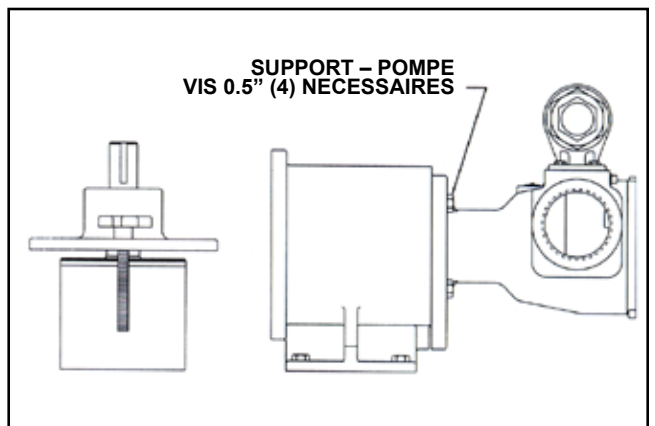

FIGURE 21
**NE PLACEZ PAS LES DOIGTS DEVANT LA BRIDE DE MONTAGE DE LA POMPE OU EN FACE DU SUPPORT. PROCEDEZ AVEC PRECAUTION, SORTEZ L'AIMANT INTERNE DE L'AIMANT EXTERNE (VOIR FIGURE 21). SI VOUS NE SORTEZ PAS LA POMPE ENTIEREMENT ELLE REPRENDRA SA PLACE BRUSQUEMENT ET RISQUE DE PINCER UN DOIGT OU LA MAIN. UNE FOIS L'AIMANT INTERNE DEMONTE DU SUPPORT FAITES ATTENTION OU VOUS LE POSEZ CAR IL VA ATTIRER TOUS LES OBJETS METALLIQUES.**
NE PLACEZ PAS LES DOIGTS DEVANT LA BRIDE DE MONTAGE DE LA POMPE OU EN FACE DU SUPPORT. PROCEDEZ AVEC PRECAUTION, SORTEZ L'AIMANT INTERNE DE L'AIMANT EXTERNE (VOIR FIGURE 21). SI VOUS NE SORTEZ PAS LA POMPE ENTIEREMENT ELLE REPRENDRA SA PLACE BRUSQUEMENT ET RISQUE DE PINCER UN DOIGT OU LA MAIN. UNE FOIS L'AIMANT INTERNE DEMONTE DU SUPPORT FAITES ATTENTION OU VOUS LE POSEZ CAR IL VA ATTIRER TOUS LES OBJETS METALLIQUES.
3. Soutenez la pompe avec un treuil et sortez les (4) vis de 0.5pouces. Voir Figure 21. Sortez la pompe du support; il y aura une certaine résistance pour les séparer puisque l'aimant interne est attiré par le support de couple. S'il est nécessaire de démonter davantage, voir page 9. Puisqu'il restera du liquide dans la boîte, ce liquide risque de déborder lorsque la boîte sera démontée.